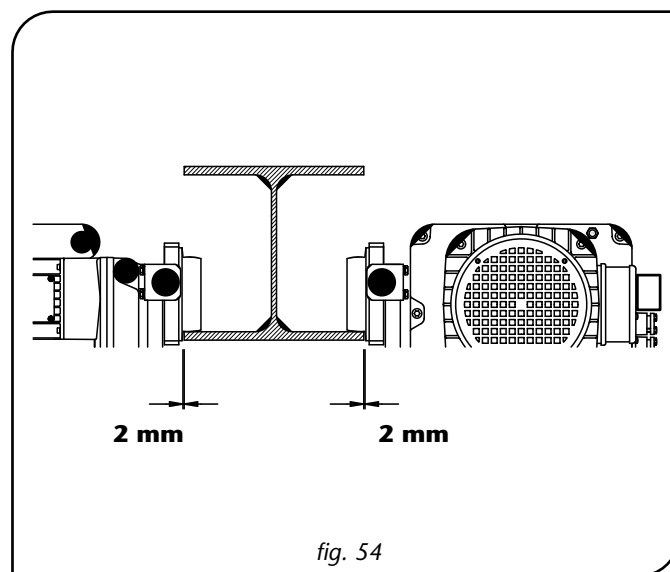

fig. 54
13. Vérifier que toutes les quatre voies de roulement des galets du chariot reposent correctement sur la poutre et qu'il y a entre leur bord et l'aile du profilé une cote libre de 2 mm maxi sur chaque côté (fig. 54).